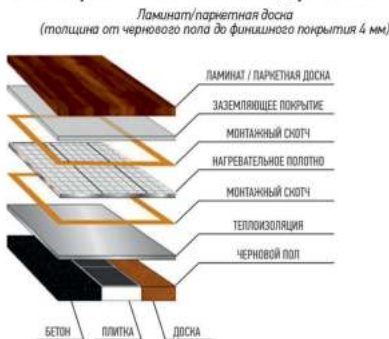
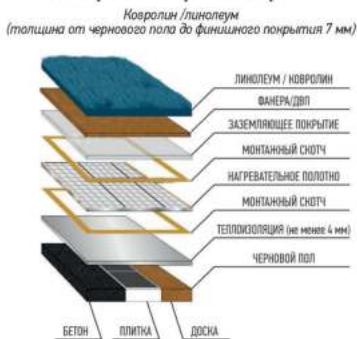

Рис. 2
Рис. 3
5.1. Варианты монтажа под различные напольные покрытия – рис. 2 и рис. 3
5.4.22. Протестируйте систему обогрева. Включите систему и установите температуру пола на терморегуляторе не более 35 °С. Проверьте нагрев каждой полосы теплого пола. Убедившись в исправной работе нагревательных элементов, отключите систему. Накройте нагревательное полотно заземляющим покрытием (приобретается отдельно), закрепив его при помощи скотча, после чего подключите его к заземлению (рис. 2, стр. 4).
5.4.23. Под линолеум и ковролин поверх заземляющего покрытия необходимо уложить фанеру или ДВП толщиной не менее 3 мм (рис.3, стр. 4). Монтажные элементы (гвозди, шурупы) стр.4. должны находиться между токоведущими шинами нагревательного полотна. Для этого при укладке полотен сделайте на стене отметки, указывающие на места соединения полотен, свободные от токоведущих элементов, а также от черных нитей. После укладки фанеры или ДВП, с помощью отбивочного шнура, перенесите разметку на поверхность материала.